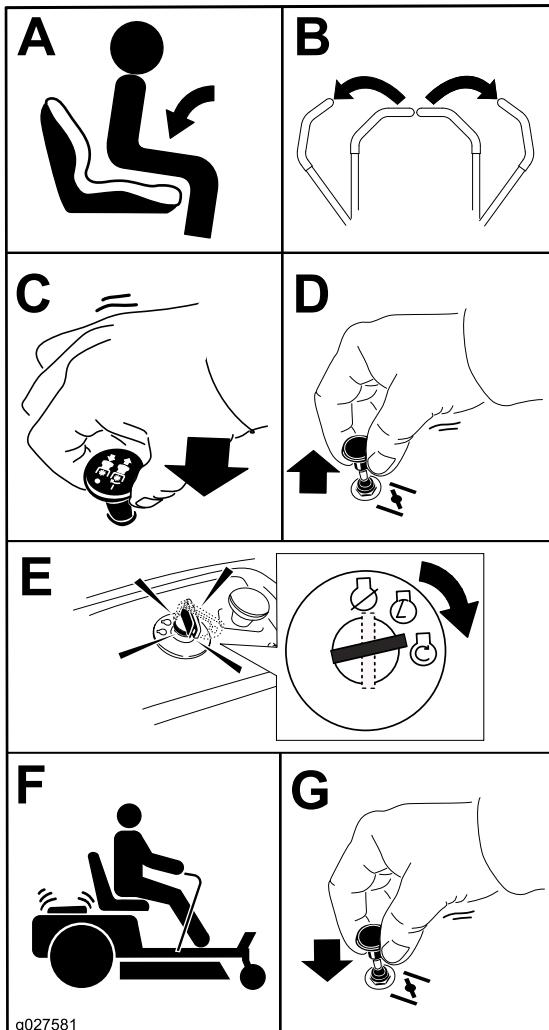

Figura 16
- Desengrane las cuchillas moviendo el mando de control de las cuchillas a la posición de DESENGRANADO (Figura 16).